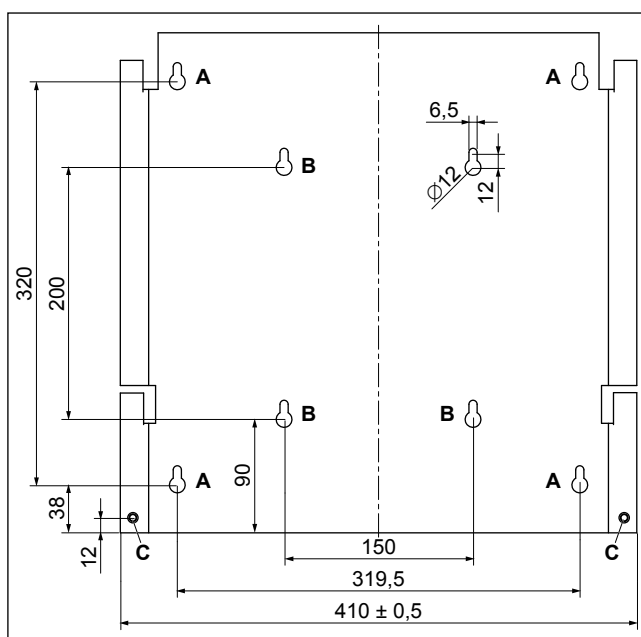

Fig. 7.3.: Dibujo acotado de la placa de montaje
1. Monte la placa de montaje con al menos 4 tornillos (\varnothing 6 mm) y tacos a la pared. Utilice para los 4 tornillos los 4 orificios **A** o los 4 orificios **B** (véase Fig. 7.3). Puede utilizar la placa de montaje como plantilla para marcar las posiciones de los orificios.
4. Fije el inversor solar a la placa de montaje colocando las tuercas de montaje y las arandelas en los pernos roscados y apretándolas (véase Fig. 7.3, posición **C**). (Los pernos roscados también se usan para unir el cable de tierra con el inversor solar).
- Para unir el cable de tierra con el inversor solar se necesita una arandela de seguridad adicional (véase Fig. 7.3, posición C).